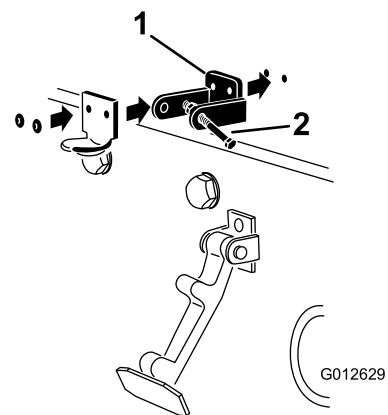

Figura 6
5. Rivettate le staffe e le rondelle al cofano (Figura 6).